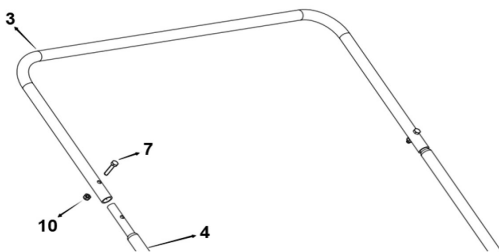

Рис. 6
Далее вставьте верхнюю часть рукояток (3) в трубки нижних частей рукоятки (4) и зафиксируйте двумя болтами (7) и двумя гайками (10) (Рис. 6).